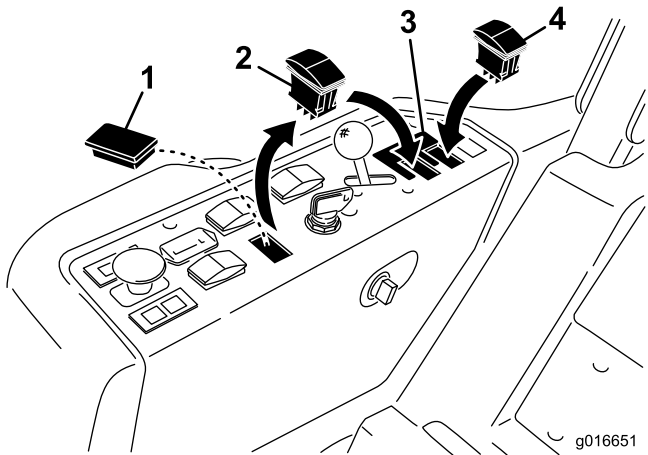

Figura 4
- 2. Localice los 2 orificios troquelados situados debajo de la pegatina, en la parte trasera del panel de control (Figura 4).
- 4. Retire los 2 tapones de los orificios troquelados del panel de control (Figura 4).
- 5. Coloque la pegatina nueva en el panel de control, en la posición indicada en Figura 4.
- 6. Desconecte y retire el interruptor situado delante del interruptor de encendido en el panel de control, e insértelo en el orificio **delantero** nuevo, según se muestra en Figura 4. Vuelva a conectar el arnés al interruptor.
- 7. Instale el interruptor incluido con el kit en el orificio **trasero** nuevo del panel de control (Figura 4).
- 8. Instale el tapón en el orificio vacío del panel de control (Figura 4).